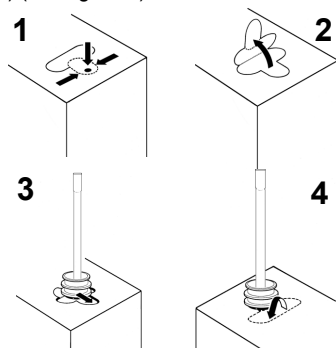

figure 1
1 - Enfoncez la partie prédécoupée du conteneur Bag in Box jusqu'à en casser la fermeture (1). Soulevez le couvercle (2). Sortez le petit tuyau et la bride. Mettez en place la bride (3) et refermez le couvercle (4) (voir figure 1).